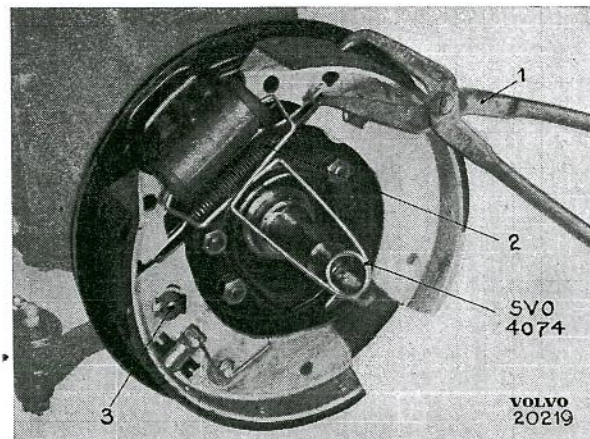
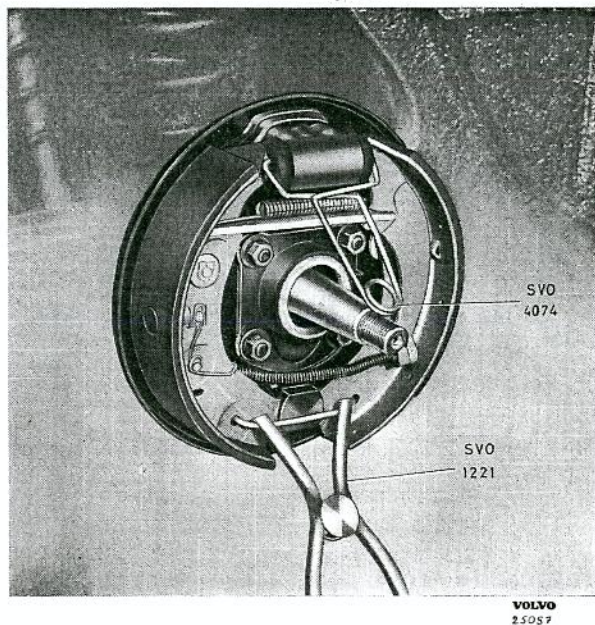

Bild 10. Demont. av retur fjäder.
Bild 11. Demont. av nedre fjäder.
3. Placera klämman SVO 4074 på hjulcyllindern så att kolvarna ej pressas ut. Tag bort nedre fjädern med hjälp av tång SVO 1221 (jämför bild 11). Haka av retur fjädern med hjälp av tång eller nyckel (bild 10). Demontera låsbricka och övriga brickor från bult för justerkam. Lyft fram backarna.
- Placera klämman SVO 4074 på hjulcyllindern så att kolvarna ej pressas ut. Tag bort nedre fjädern med hjälp av tång SVO 1221 (jämför bild 10). Demontera låsbricka och övriga brickor från främre backen. Vrid därefter backen utåt så att handbromslänken kan demonteras. Lyft fram bromsback och retur fjäder. Koppla av handbromsvajern och demontera bakre backen.